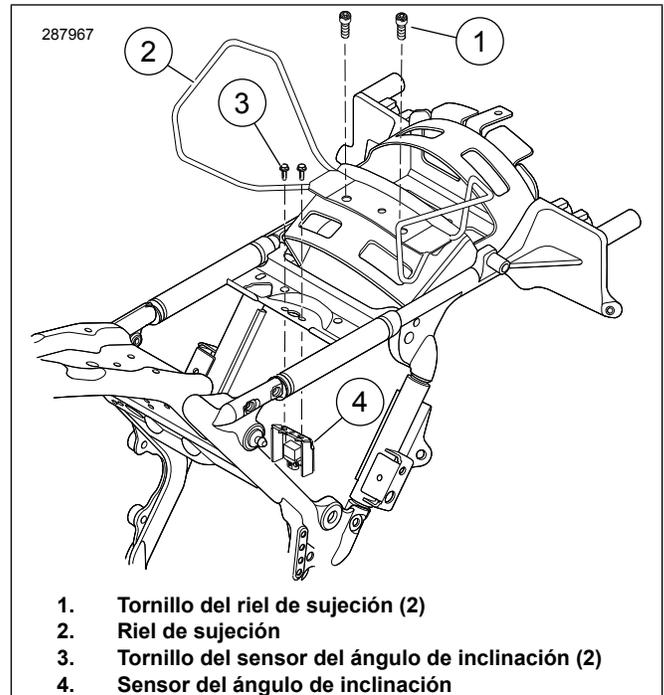

Figura 1. Retire los tornillos del sensor del ángulo de inclinación
5. **Si está equipado con un riel de sujeción:** Vea Figura 1. Retire los tornillos del riel de sujeción (1) y deseche.
7. **Modelos 2009 - 2018:** Retira los tornillos (3) que sujetan el BAS de la pieza de soporte (4).